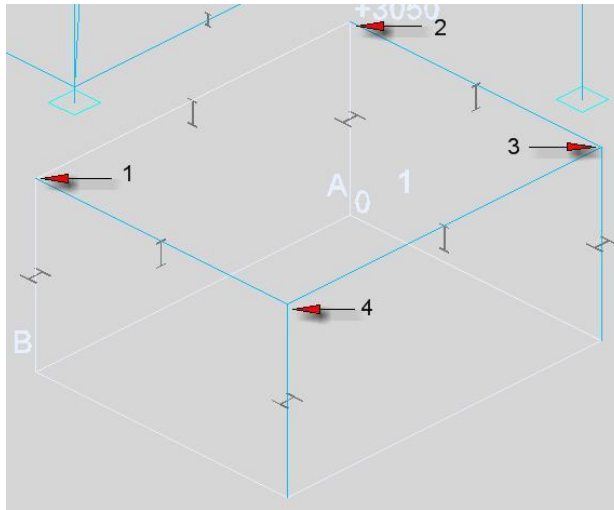

Рис. 52
- Нажмите **ОК**. Поочередно укажите четыре верхние угловые точки по периметру сетки. В качестве пятой точки укажите точку 1 (Рис. 52).